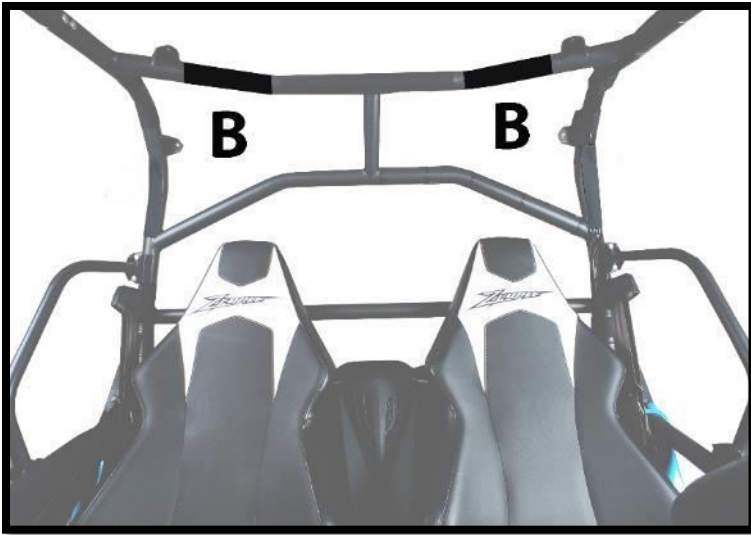

Figure 2: SHOWS POSITION OF 8" VELCRO STRIPS (B)
Figure 2: SHOWS PLACEMENT OF 6" VELCRO STRIPS (C) THESE STRIPS ARE FOR THE DOUBLE-SIDED STRAPS SEWN ON TO THE DOOR. THE STRIP UNDER THE SIDE MIRROR IS OPTIONAL .